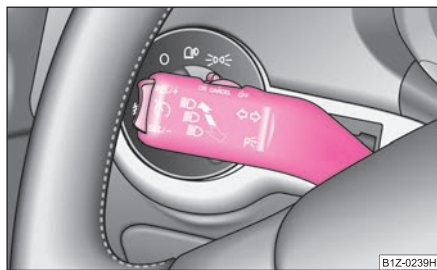

Fig. 45 Maneta de acționare a luminilor de semnalizare și a luminii de drum
- Apăsați maneta în sus, respectiv în jos ⇒ fig. 45.